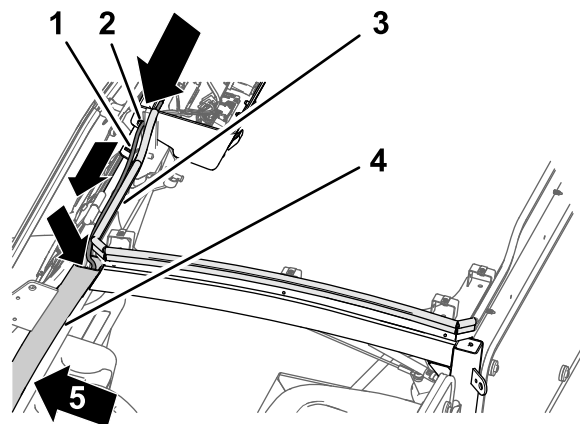
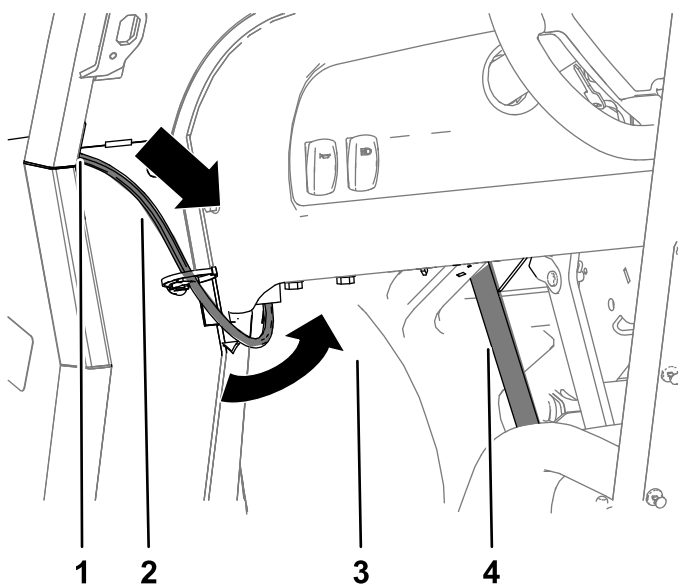
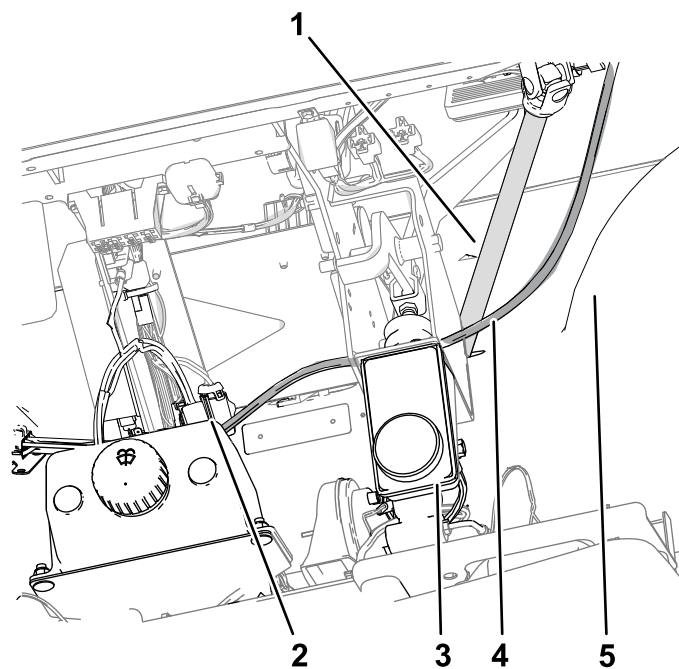

Рисунок 39
Рисунок 40
Рисунок 41
1. Проложите шланг влево по потолочной консоли вдоль уплотнения лампы в передней части рамы кабины (Рисунок 39).
2. Проложите свободный конец шланга в отверстие в верхней части стойки А (со стороны водителя) на раме кабины и вниз через отверстие в нижней части стойки (Рисунок 39 и Рисунок 40).
3. Проложите свободный конец шланга вперед между крылом и рулевой колонкой (Рисунок 40 и Рисунок 41).
4. Проложите свободный конец шланга внутрь корпуса, в сторону бачка омывателя ветрового стекла (Рисунок 41).